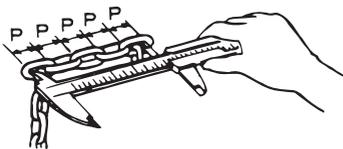

図19 ピッチ測定方法
- (1)ロードチェーンは、部分的にではなく、全体をチェックしてください。5個のリンクのピッチ(P)の和を、図19のように、ノギスで測定してください。
- (2)通常は30cmおきに測定してください。但し、限界値に近いときは、より多くの場所を測定し、一部分でも限界値に達していたら新品と取り替えてください。
- (3)リンクとリンクの接触部の摩耗やキズなどにより、線径が初期線径の95%未満(最も小さい測定値となる測定を行うこと)になっている部分が1箇所でもあれば、新品と取り替えてください。以下3項目のいずれか1つでも該当するロードチェーン・手鎖は、新品と取り替えてください。
- (4)ロードチェーンに有害なキズ、変形、さびがある。
- (5)手鎖の操作時、ハンドホイールとの噛み合いが良好でないもの。手鎖にキズ、変形、さびがある。
- (6)溶接スパッタの付着が見られるなど、高熱にさられたと考えられる場合。